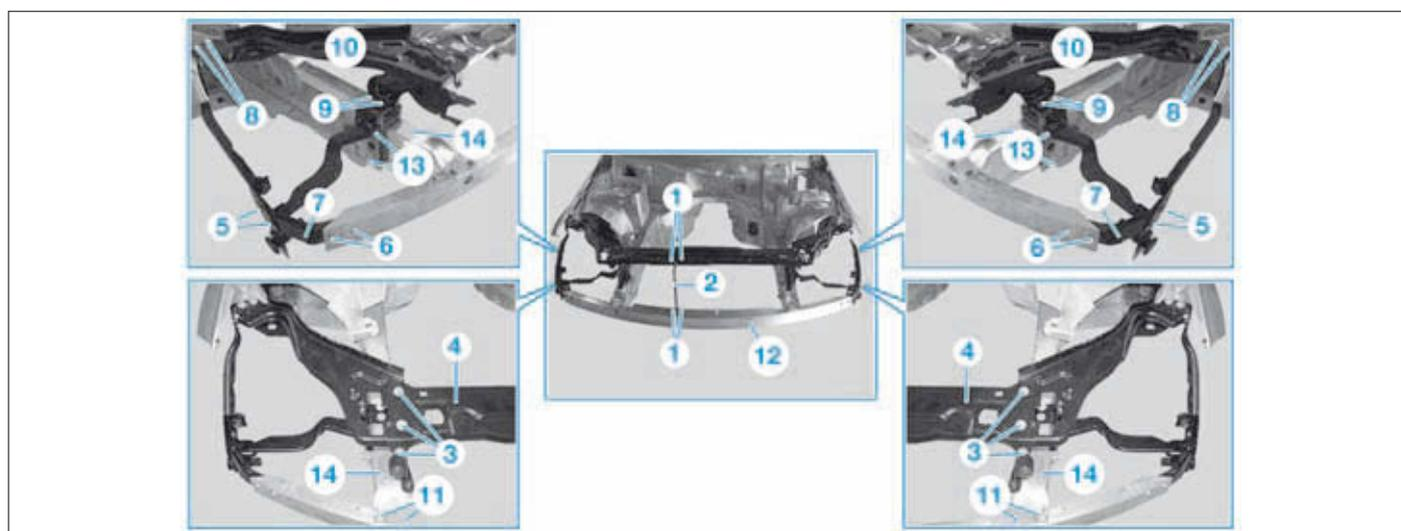

FIG. 83
- Déposer les vis (1) puis le tirant (2) (Fig.83).
- déposer les vis (3) puis le renfort central (4),
- déposer les vis (5) et (6) puis déposer les tirants latéraux (7),
- déposer les vis (8) et (9) puis déposer les renforts extérieurs (10),
- déposer les vis (11) puis la traverse (12),
- déposer les vis (13) puis l'absorbeur (14).